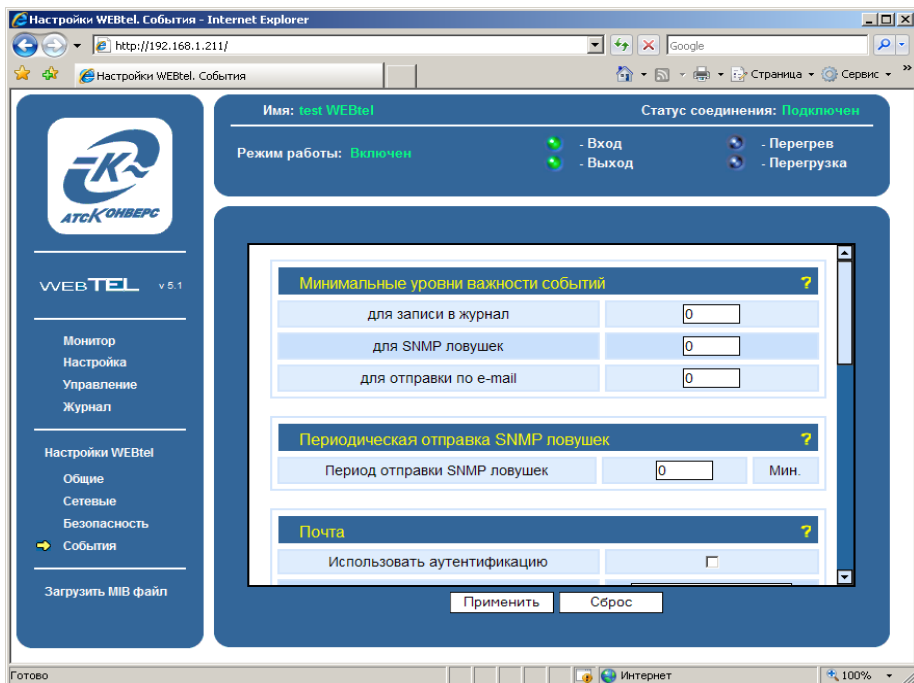

Рисунок 17 – Страница настройки параметров сообщений
7.10.1 Вход на эту страницу (рисунок 17) защищен паролем, аналогично п. 7.4.